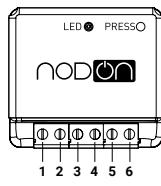

figure 3
- Raccordez les bornes en fonction de votre module suivant le schéma (voir figure 3).